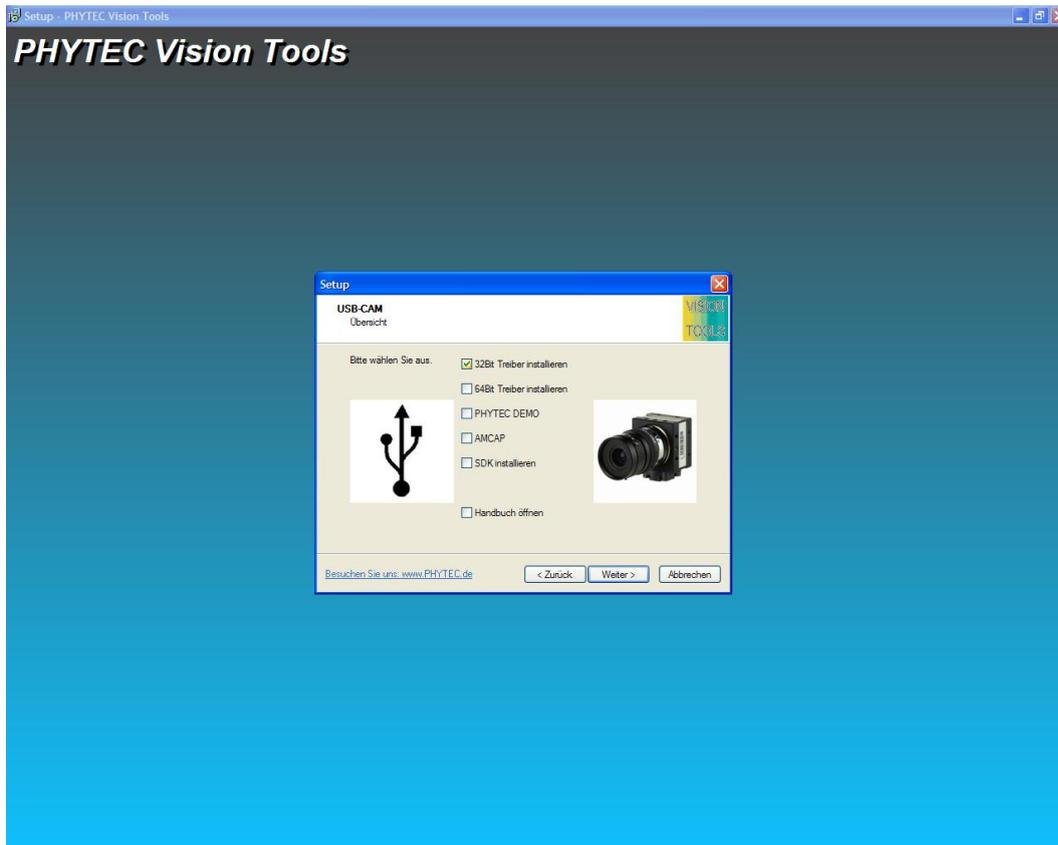

Bild 9: Installationsmenu für die USB-Kameras
- Klicken Sie auf *USB-CAM*. Sie befinden sich nun im Installationsmenü für die PHYTEC USB-Kameras. Selektieren Sie den Punkt *32Bit Treiber installieren* (*Bild 9*) und klicken Sie dann auf *Weiter*.